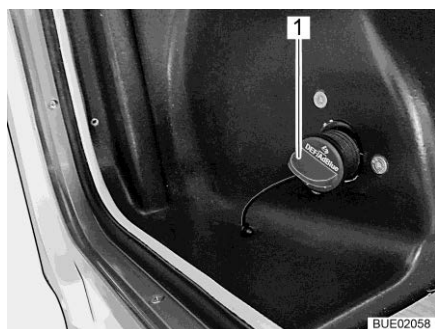

Fig. 56 Bec de remplissage d'AdBlue®
- Tourner le couvercle bleu (Fig. 56,1) dans le sens inverse des aiguilles d'une montre et le retirer.